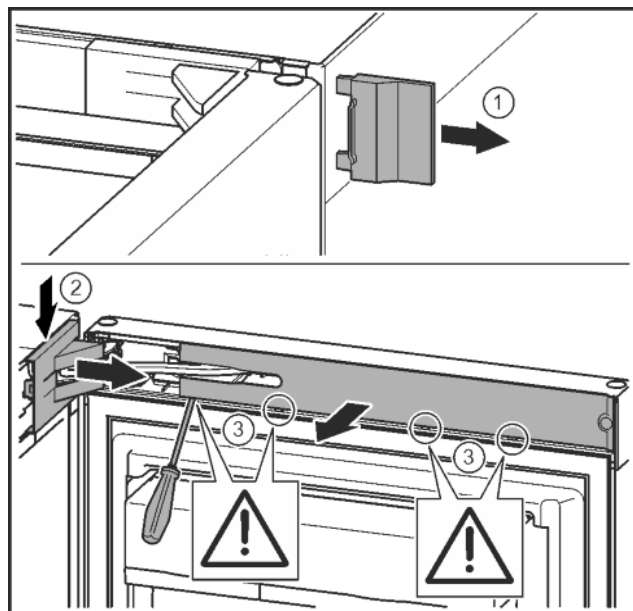

Fig. 8
- ▶ Снять внешнюю крышку. Fig. 8 (1)
- ▶ При помощи отвертки освободить крышку опорного кронштейна и отсоединить. Снять крышку опорного кронштейна. *Fig. 8 (2)*
- ▶ Шлицевой отверткой вывести накладку из зацепления и отвести в сторону. *Fig. 8 (3)*